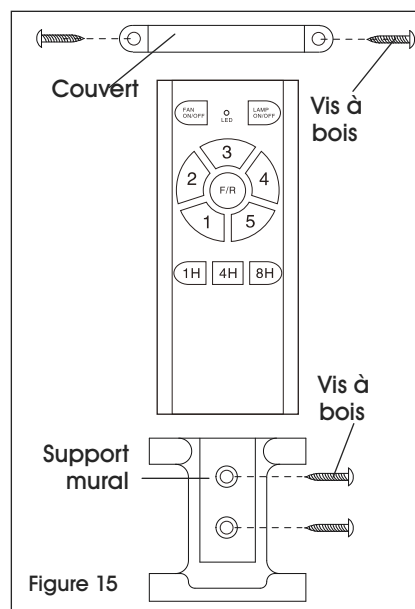

Figure 15
1. Utilisez des vis à bois (non fournies) pour fixer le support mural à l'emplacement de montage souhaité. (Voir Figure 15)